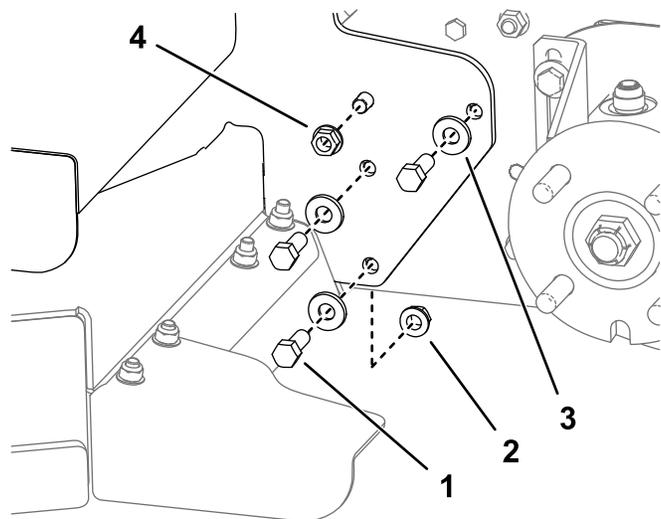

Figura 3
1. Montate 8 bulloni (3/8" x 1"), rondelle curve e dadi flangiati per fissare il piatto di taglio rotante al gruppo motore, come illustrato nella Figura 3.